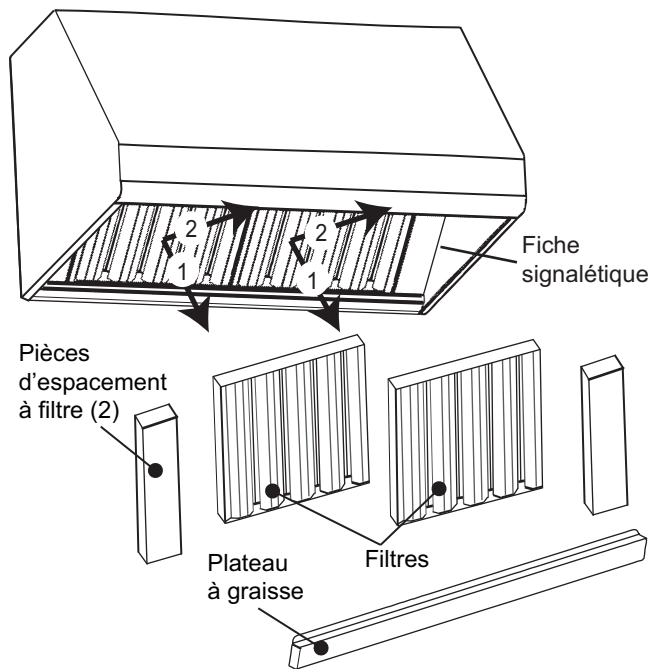

Figure 26 : La hotte et ses pièces
3. Suivez les directives ci-dessus dans le sens inverse pour enlever le plateau à graisse, les filtres et les pièces d'espacement à filtre (Figure 26).